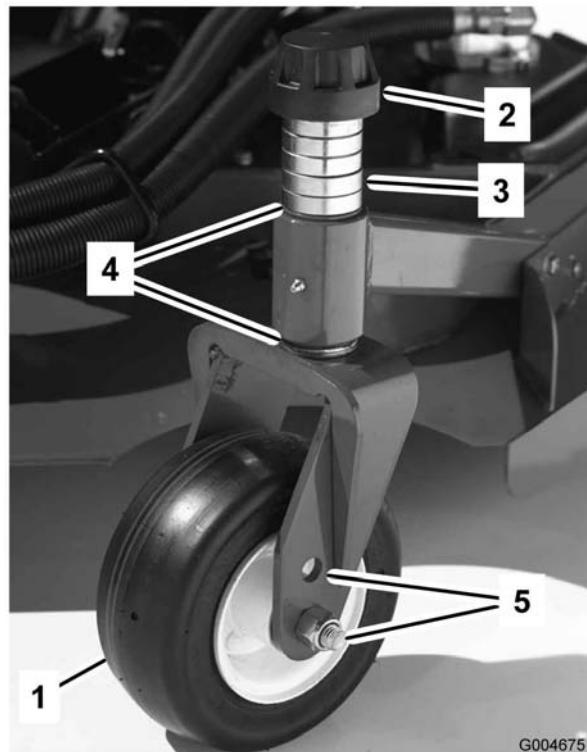
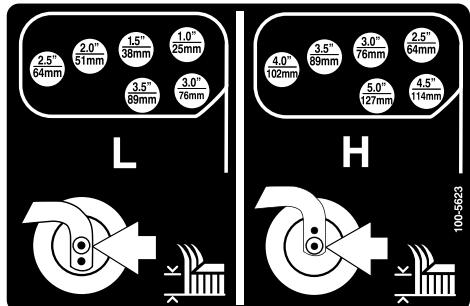
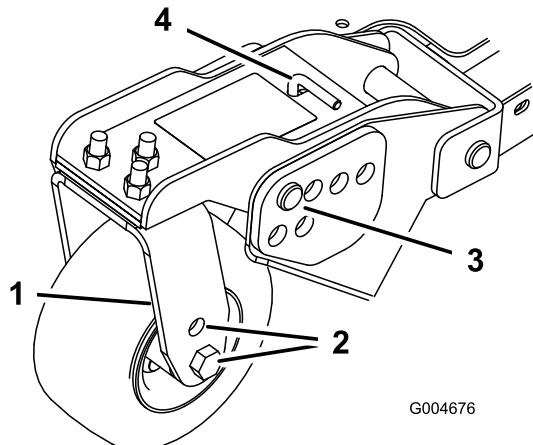

Figure 18
Figure 21
Figure 20
1. Placez les essieux des roues pivotantes dans les mêmes trous sur toutes les fourches (Figure 18 et Figure 20). Pour choisir les trous corrects pour la hauteur de coupe requise, reportez-vous au tableau suivant.
2. Enlevez le chapeau de tension de l'axe de pivot (Figure 18) et sortez l'axe du bras
- Enlevez la goupille fendue et les axes de chape des bras pivotants (Figure 20).
- Tournez la tige de tension pour éléver ou abaisser le bras de pivot jusqu'à ce que les trous soient en face de ceux du support de hauteur de coupe sélectionnés dans le bâti du plateau de coupe (Figure 20 et Figure 21).